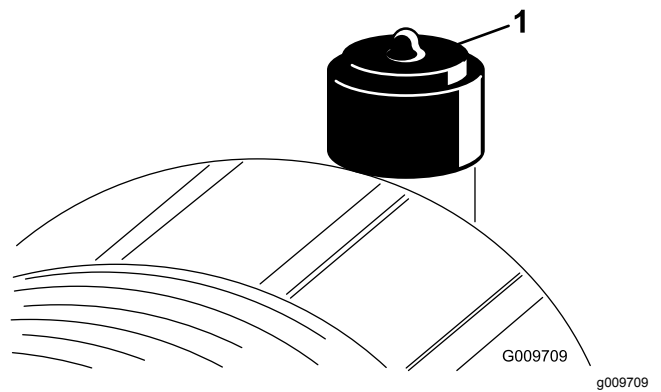

Рисунок 90
Фильтр воздухоочистителя следует обслуживать только при соответствующих показаниях индикатора необходимости технического обслуживания (Рисунок 90). Замена воздушного фильтра без необходимости ведет лишь к повышению вероятности попадания грязи в двигатель при извлечении фильтра.
2. Сбросьте индикатор (Рисунок 90), если он стал красным.